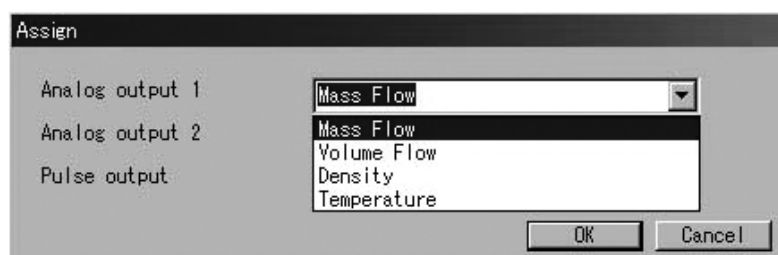

図22
- ③ それぞれの項目の割付けを設定します。図22のように、各欄の右側の矢印をクリックしてドロップダウンリストの中から選択してください。